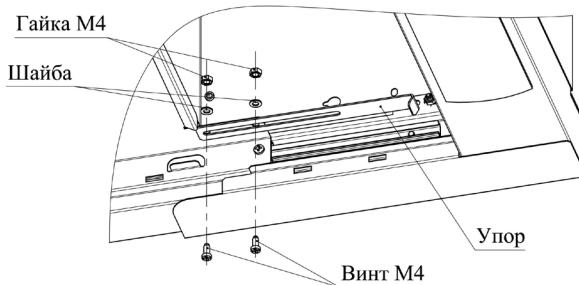
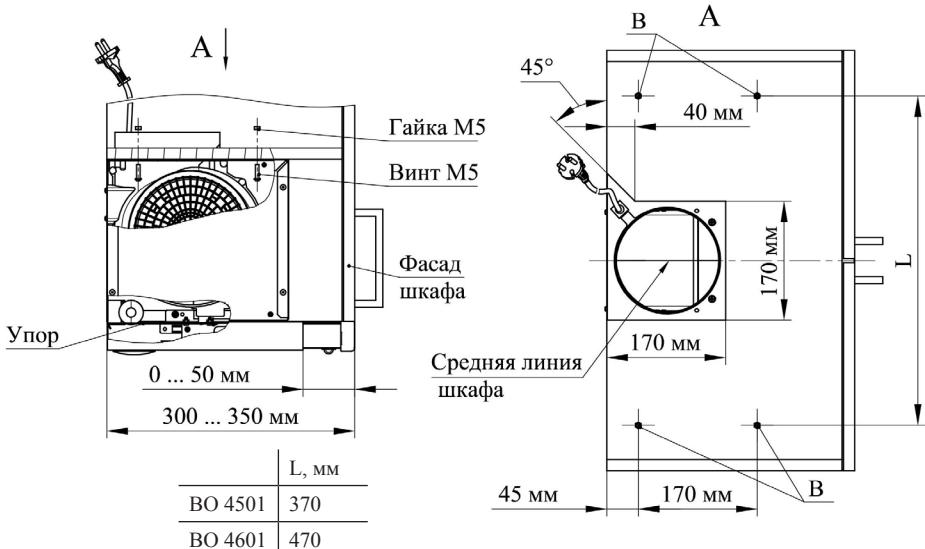

Рис. 4
Рис. 5
упор (рис. 4) и отрегулируйте его вылет (рис. 5). Если глубина Вашего шкафа больше 350 мм, то при его изготовлении необходимо закрыть пространство за воздухоочистителем мебельной панелью.
- 6.3 Шкаф для встраивания воздухоочистителя должен иметь полость с вырезом в верхней панели (рис. 5).
- Размерьте и просверлите отверстия В диаметром 6 мм в верхней панели шкафа согласно рис. 5.